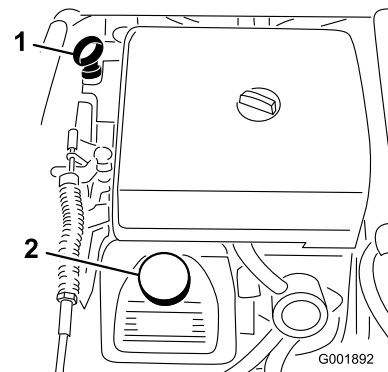

Figure 48
2. Retirez la jauge et essuyez-la sur un chiffon propre (Figure 48). Remettez la jauge dans le tube en l'enfonçant au maximum. Sortez de nouveau la jauge et vérifiez le niveau d'huile.
3. Si le niveau est trop bas, enlevez le bouchon de remplissage du couvre-culasse (Figure 48) et versez
8. Versez lentement environ 80% de la quantité d'huile spécifiée dans le goulot de remplissage (Figure 48).